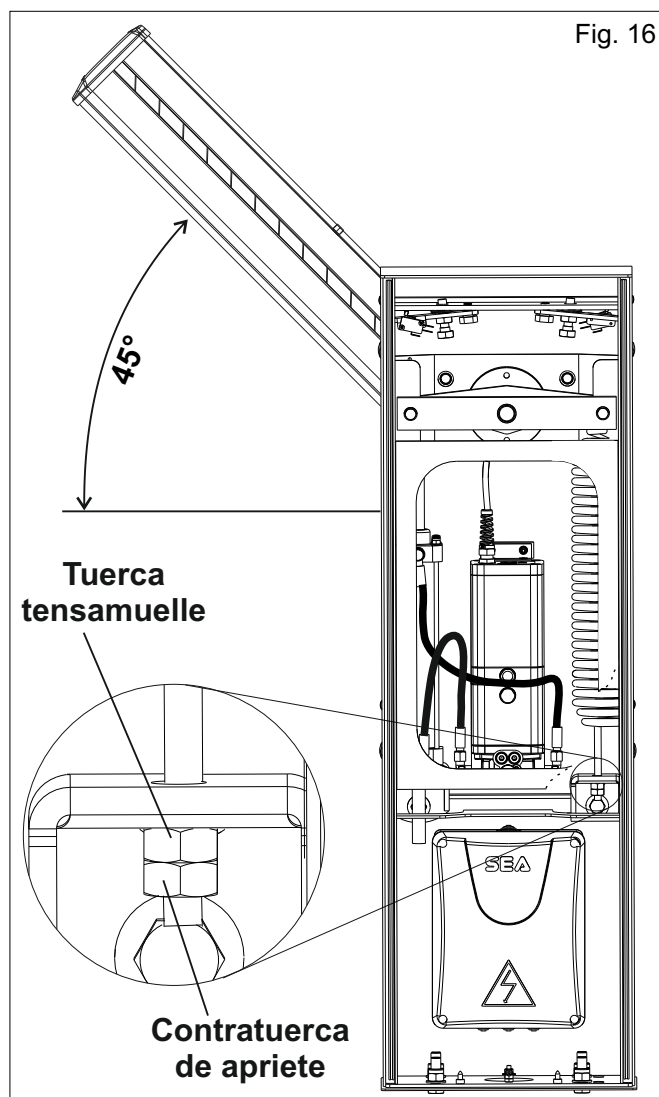

Fig. 16
- Desbloquear la barra mediante el desbloqueo manual así que se pueda abrirse y cerrarse manualmente (Fig. 16)
- Destornille o atornille la tuerca tensamuelle hasta que el muelle equilibre el peso de la barra en 45° (Fig. 16). La condición optimal que indica un equilibrio perfecto es cuando la barra permanece estacionaria en la posición que se muestra en la Fig. 16